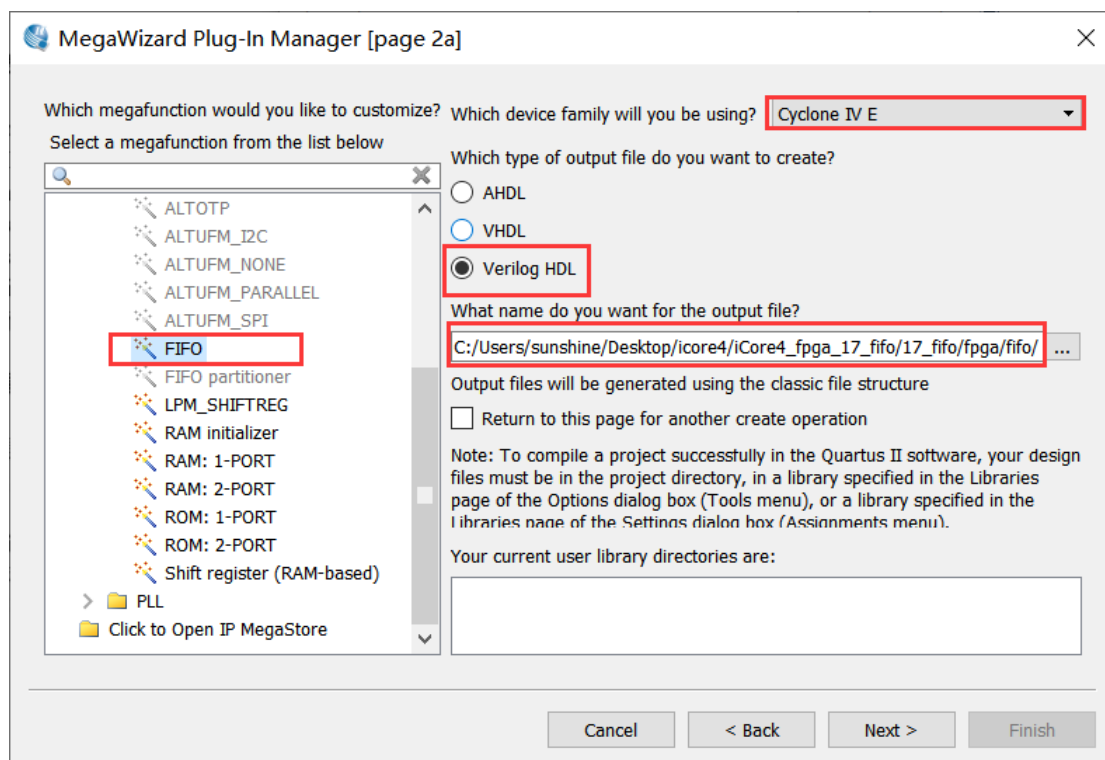

图 17-5
3、在该界面中选择 FIFO IP 核、芯片类型、硬件描述语言类型及 IP 核相关文件存储位置，如图 17-5 所示。